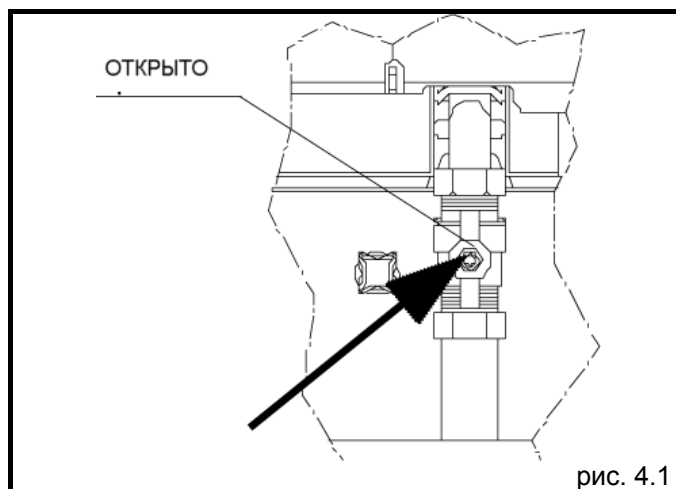

рис. 4.1
- откройте вентиль газа, чтобы подать топливо (рис. 4.1)